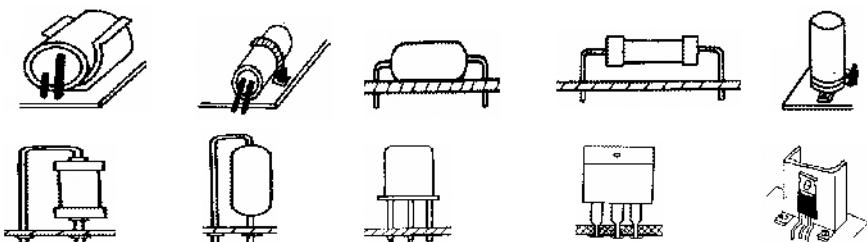

图 1-5 元器件插装
(2) 元器件的插装。**①卧式插装：**卧式插装是将元器件紧贴印制电路板插装，元器件与印制电路板的间距应大于 1mm。卧式插装法元件的稳定性好、比较牢固、受震动时不易脱落；**②立式插装：**立式插装的特点是密度较大、占用印制板的面积少、拆卸方便。电容、三极管、DIP 系列集成电路多采用这种方法。如图 1-5 所示。